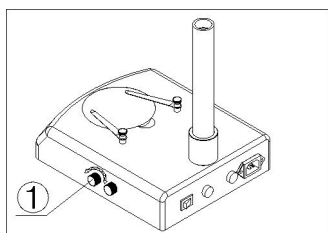

图 10
- (一) 按底座上的图标①所示，旋转亮度调节旋钮，顺时针旋转，则亮度增强；反之，则亮度减弱(如图 10)。